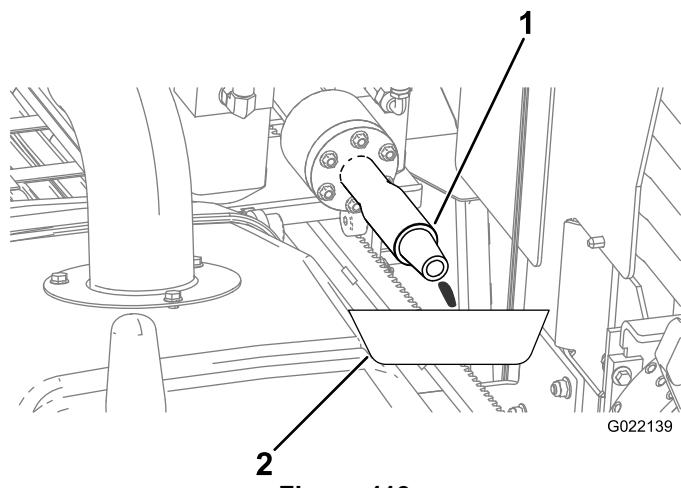

Figura 113
- B. Coloque un recipiente debajo del husillo de perforación para el anticongelante sobrante (Figura 113).
D. Cuando salga anticongelante del husillo de perforación (Figura 113), apague la bomba.